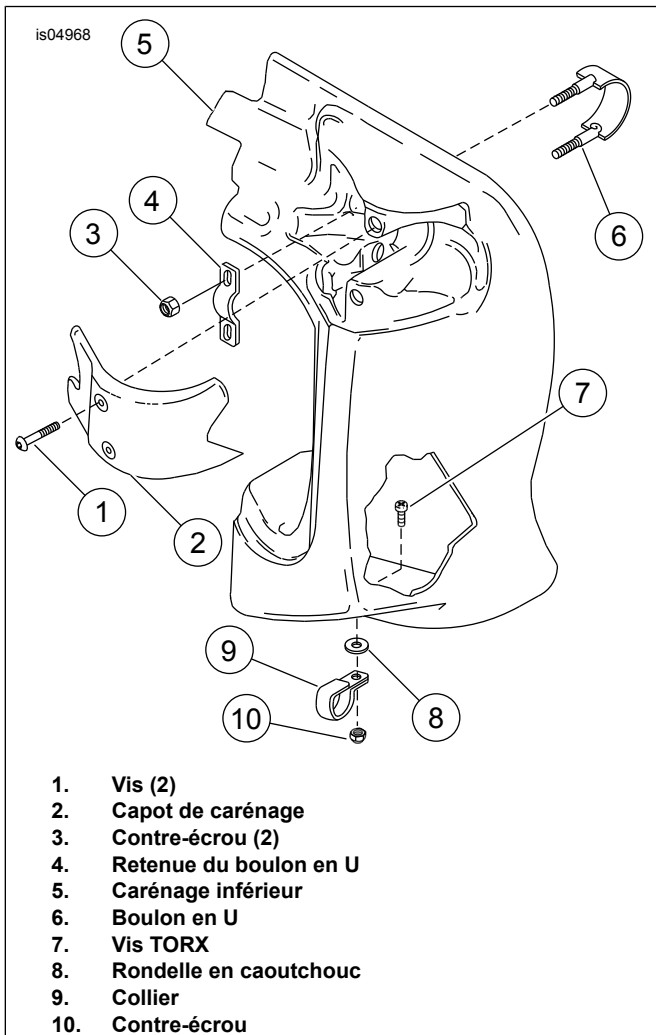

Figure 1. Carénage inférieur accessoire FLHR/I ou FLHT/C/I
1. Voir Figure 1. Retirer les deux vis (1) qui fixent le capot de carénage (2) au carénage inférieur (5). Retirer le bouchon. Mettre les pièces de côté pour l'installation.
2. Retirer la vis (7), la rondelle en caoutchouc (8), le contre-écrou (10) et le collier (9) qui fixent le bas du carénage inférieur à la protection du moteur et les mettre de côté.
3. Retirer les deux contre-écrous (3), le boulon en U (6) et sa retenue (4).
2. Voir Figure 1. Installer le carénage inférieur sur le haut de la protection de moteur neuve, à l'aide du boulon en U (6), à partir de l'arrière, à travers les trous situés en haut du carénage. Mettre la retenue (4) en place sur le boulon en U et la fixer à la protection du moteur à l'aide des deux contre-écrous (3). Ne pas serrer les contre-écrous pour l'instant.
3. Fixer le bas du carénage à la protection du moteur à l'aide du collier (9) retiré précédemment. Installer le collier autour de la protection du moteur dans le sens indiqué, avec les languettes vers l'arrière du véhicule et la partie plate du collier contre le carénage inférieur. Insérer la vis (7) dans le carénage inférieur, la rondelle en caoutchouc (8) et le collier (9). Immobiliser l'ensemble avec le contre-écrou (10). Serrer.